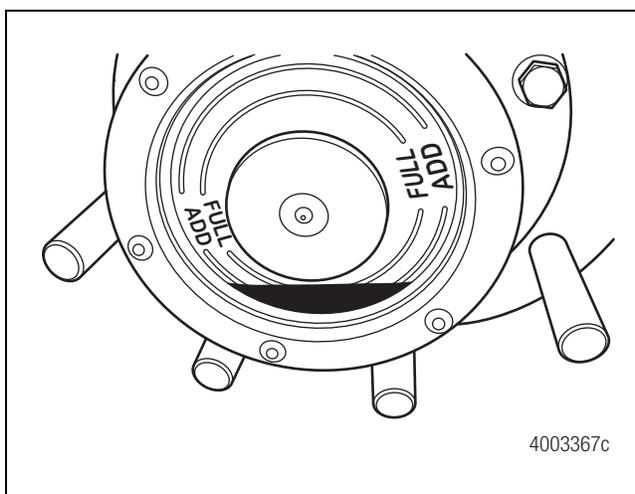

Figura 5.14
9. Llène de aceite el extremo de rueda hasta la línea de llenado de la tapa de maza. Tenga en cuenta que, antes de efectuar la comprobación final de nivel, debe esperar un tiempo para que el aceite se asiente. Lo anterior es especialmente importante en climas fríos. Instale el tapón de la tapa de maza y verifique que el agujero de respiradero, de haberlo, no está obstruido por materiales de desecho. Figura 5.14.